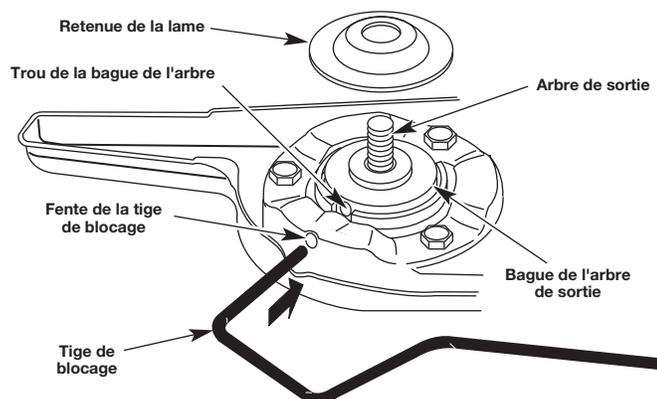
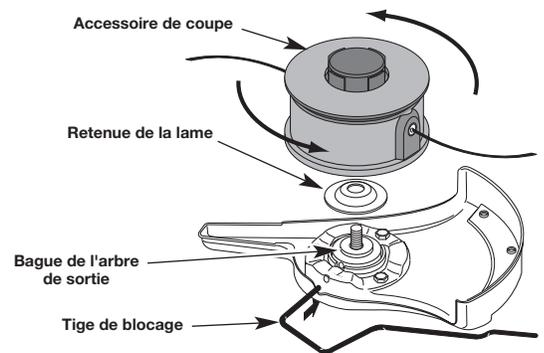

Fig. 10
Fig. 15
1. Alignez le trou de la bague de l'arbre avec la fente de la tige de blocage, puis insérez la tige dans le trou de la bague (Fig. 10).
- Alignez le trou de la bague de l'arbre avec la fente de la tige de blocage, puis insérez la tige dans le trou (Fig. 10).
- Alignez le trou de la bague de l'arbre avec la fente de la tige de blocage, puis insérez la tige dans le trou (Fig. 10). Placez la retenue de lame sur l'arbre de sortie, la partie plate reposant contre la bague de l'arbre tel qu'indiqué sur la Fig. 15. Vissez l'accessoire de coupe à gauche sur l'arbre. Vissez bien.